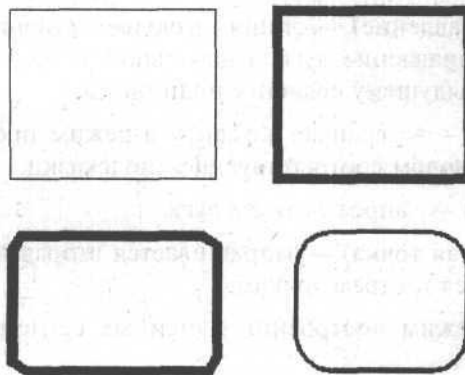

Рис. 13.2. Примеры прямоугольников с различными свойствами
4. Укажите координаты второго угла прямоугольника. На чертеже появится прямоугольник, построенный в виде полилинии с заданными свойствами (рис. 13.2).